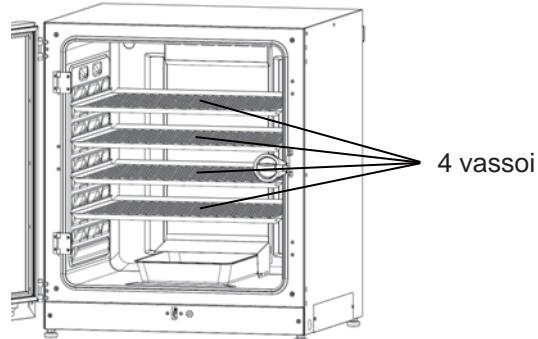

Fig. 2
3. Inserire 4 vassoi (Fig. 2).